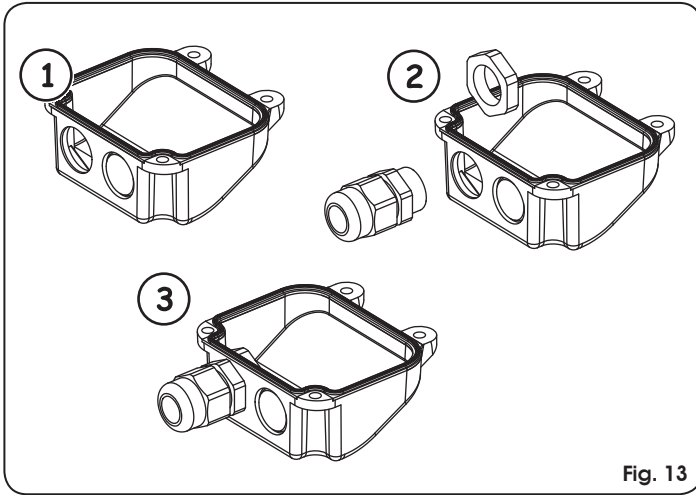

Fig. 13
1. Liberar um dos dois furos pré-perfurados na tampa fornecida, Fig. 13, no caso de operadores com fim de curso, devem ser liberados ambos os furos.